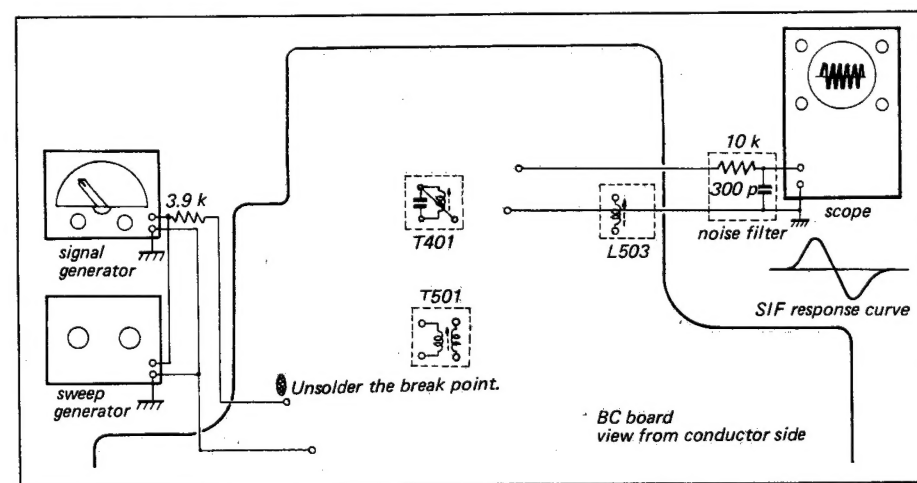

Fig. 3-5.
1. See Fig. 3-5.
1. See Fig. 3-5 and 3-6.